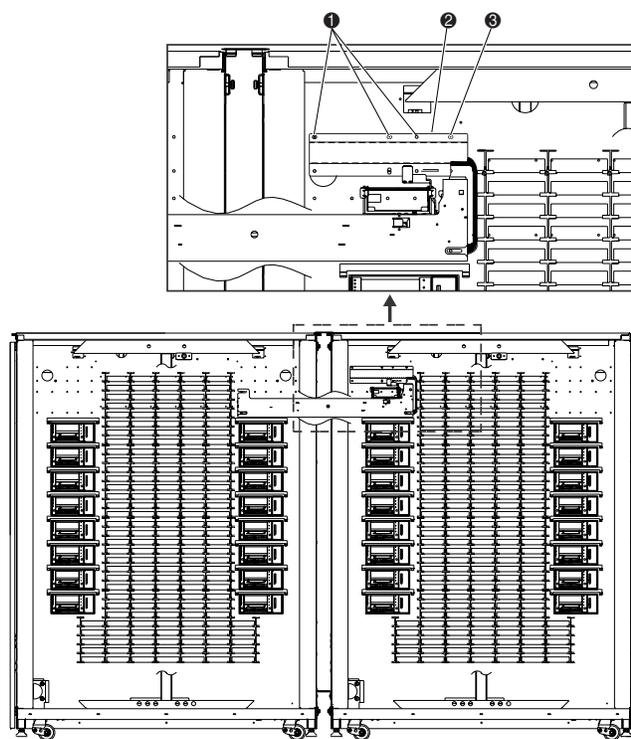

Figura 2-11. Copertura del cavo PTM
13. Per la libreria ESL 9326, per coprire il cavo e il relativo foro fissare con quattro viti (N/P 0905057) e quattro rondelle (N/P 0685023) la copertura del cavo PTM (N/P 6312061) alla parete del vano (vedere la Figura 2-11). Serrare le viti fino a un valore di torsione di $3,39 \pm 0,339$ N/mm.